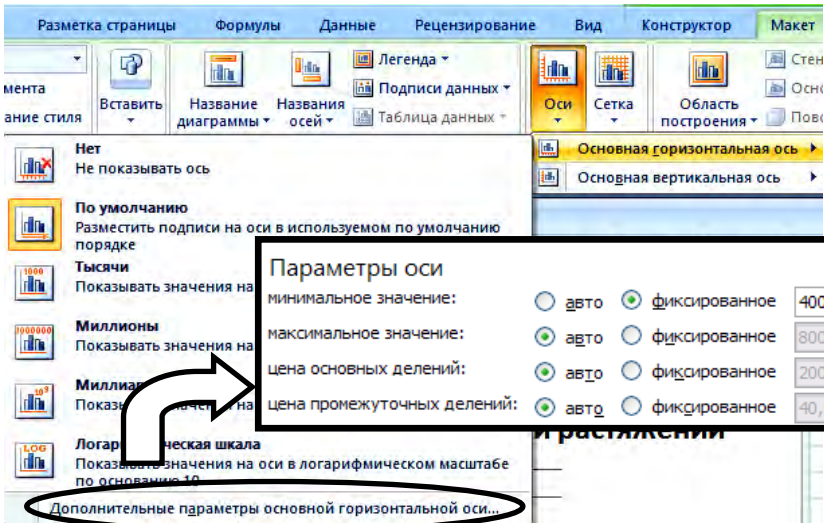

Рис. 4.5. Изменение параметров осей
2. Для изменения начальных значений осей на вкладке *Макет* выбрать *Оси* → *Основная горизонтальная (вертикальная) ось* → *Дополнительные параметры*. Здесь же поменять названия диаграммы и осей (рис. 4.5).